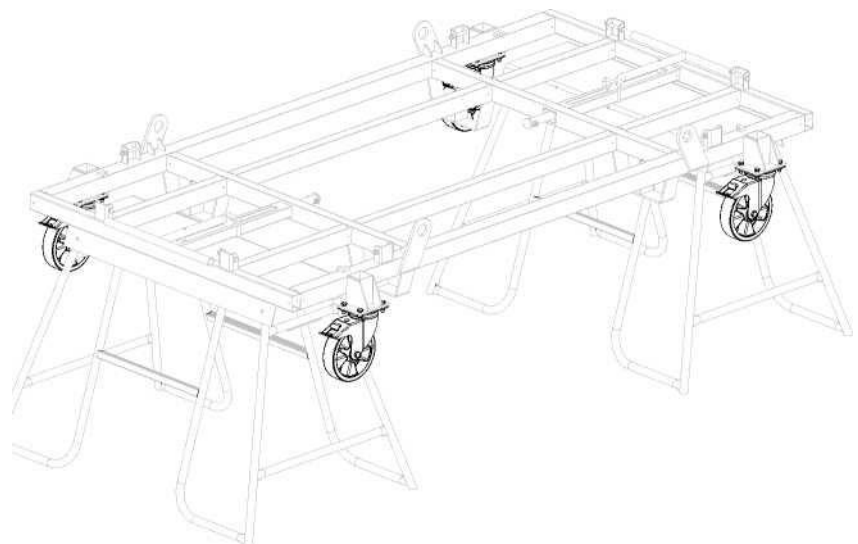

Fig. A1.03
4. Repita o procedimento em cada local. (Fig. A1.03)